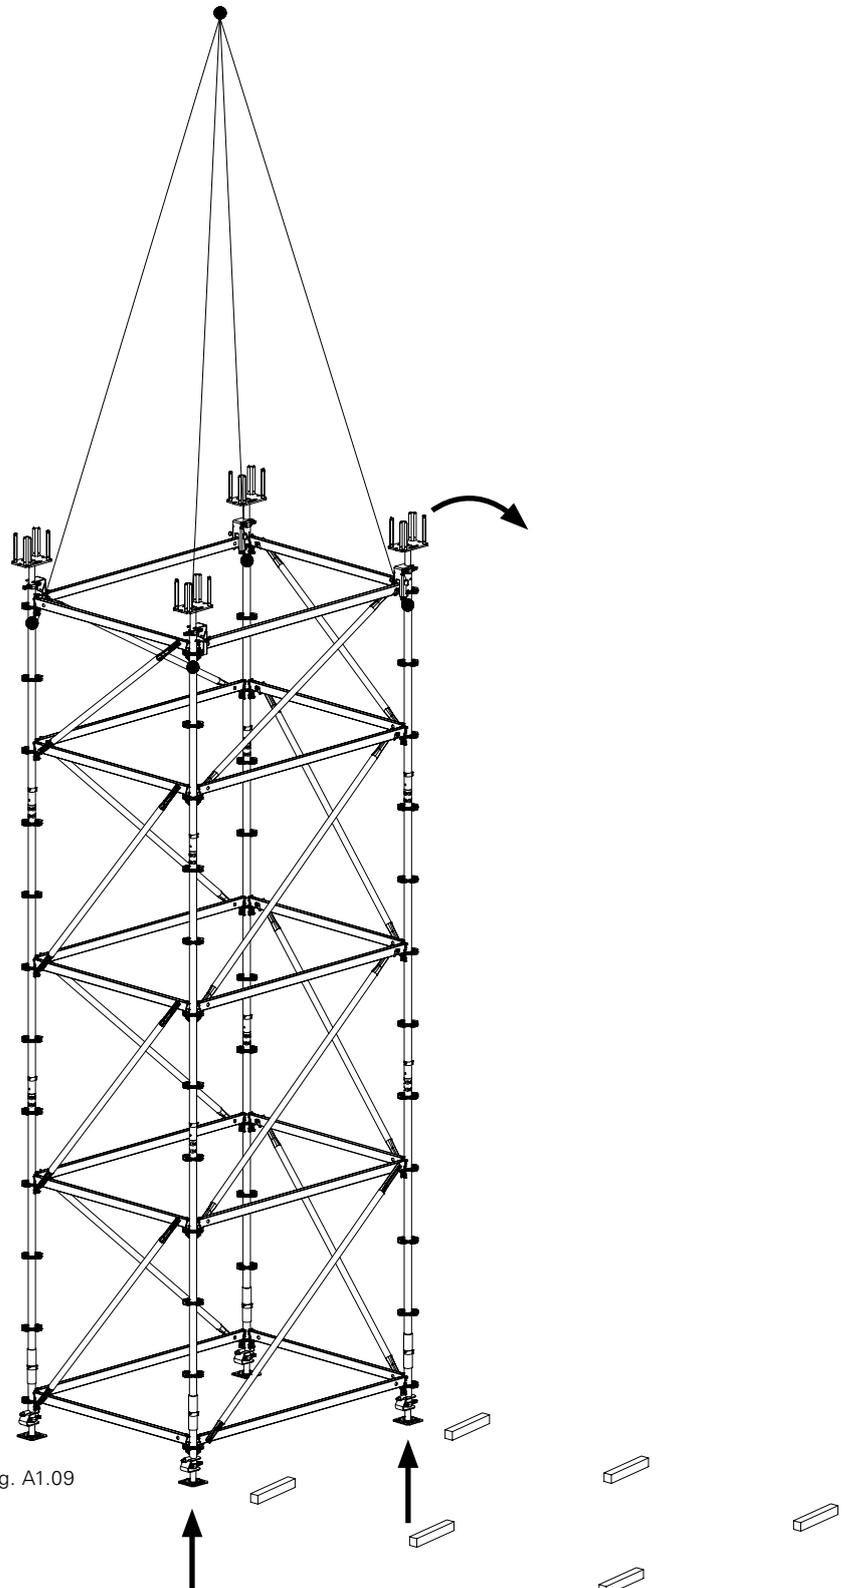

Fig. A1.09
1. Colocar cuatro cadenas o eslingas textiles, rodeando por debajo del nudo de roseta completo de largueros y enganchar a la grúa. (Fig. A1.09)